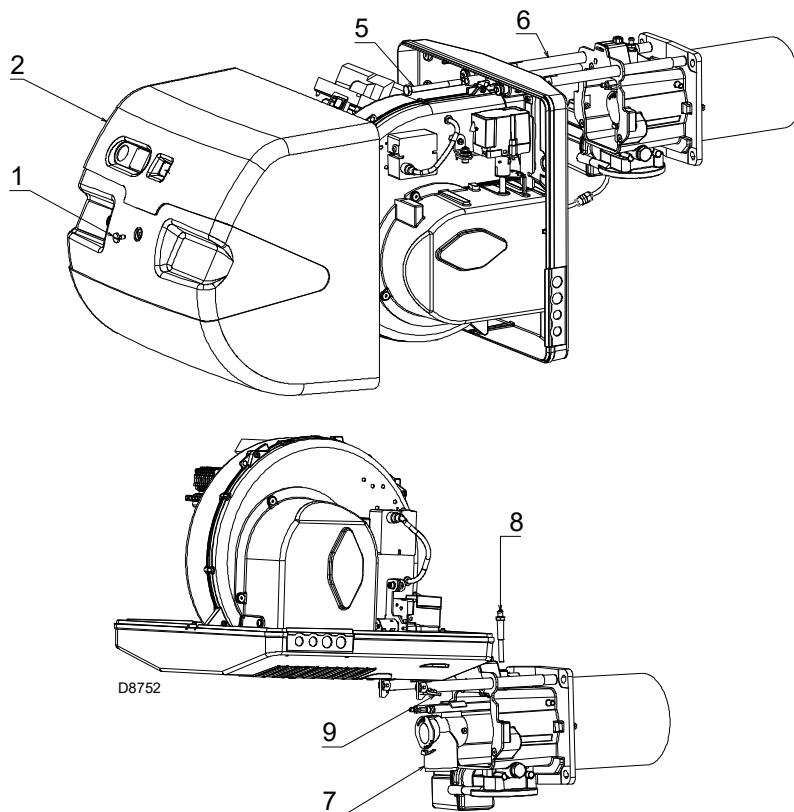

Рис. 36
Убедитесь, что отверстия для выхода газа на этапе розжига в распределителе головки сгорания свободны от грязи или отложений ржавчины. В случае сомнений демонтируйте колесо (Рис. 36 на стр. 52).
- Ослабьте винт 1)(Рис. 36) и снимите кожух 2).
- Открутите винт 5)(Рис. 36) и снимите шплинт 9), отведите горелку по направляющим 3) приблизительно на 100 мм.
- Снимите шплинт 9)(Рис. 36) и продвиньте горелку примерно на 100 мм от муфты.
- Заверните винт 5)(Рис. 36), вставьте шплинт 9) и аккуратно потяните наружу кабели датчика и электрода так, чтобы они слегка натянулись.